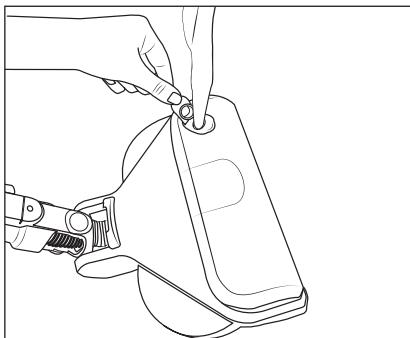

Fig. 16
- 1) Afferrare la linguetta di chiusura ⑧ del serbatoio dell'acqua pulita ③ con le dita e tirarla via verso l'alto dall'apertura di riempimento del serbatoio dell'acqua pulita ③ (vedere fig. 16).
- 2) Versare acqua di rubinetto o acqua distillata nel serbatoio dell'acqua pulita ③ (vedere fig. 16).
- 3) Chiudere nuovamente l'apertura di riempimento del serbatoio dell'acqua pulita ③ premendo saldamente la linguetta di chiusura ⑧ sull'apertura di riempimento.